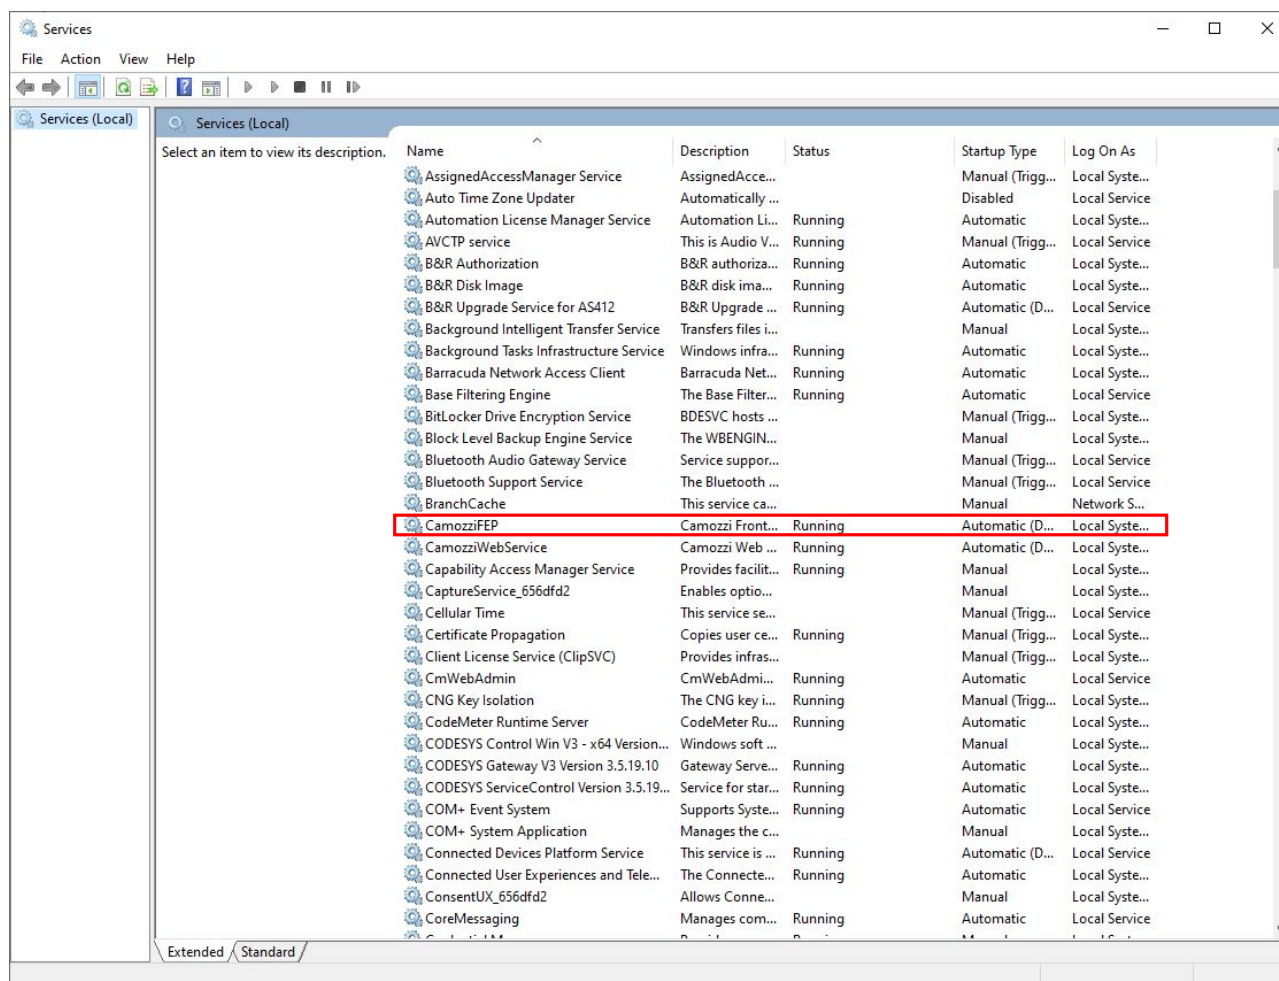

Figura 8.4: Servizio CamozziFEP
6. Accedere alla finestra servizi e verificare che lo stato del "CamoZZiFEP" sia in esecuzione (figura 8.4), nel caso non lo sia è possibile forzarlo manualmente accedendo alla stessa finestra con i privilegi d'amministratore.
- ❶ Se lo stato non è "running" (colore verde) cliccare sul comando "Start Gateway" affianco.
- ❷ Se non appare la COM con il numero seriale del dispositivo che si desidera collegare allora la connessione USB è assente, seguire le istruzioni nel capitolo 8.1.
- ❸ Se la connessione nella sezione "Tcp Connections" non è visibile accedere alla finestra servizi e verificare che lo stato del "CamoZZiFEP" sia in esecuzione (figura 8.4), nel caso non lo sia è possibile forzarlo manualmente accedendo alla stessa finestra con i privilegi d'amministratore.
❷ FEP: Se la connessione non è presente accedere alla finestra servizi e verificare che lo stato del "CamoziFEP" sia in esecuzione (figura 8.4), nel caso non lo sia è possibile forzarlo manualmente accedendo alla stessa finestra con i privilegi d'amministratore.
- ③ **Fast mode:** Se non sta funzionando correttamente è necessario disinstallare e installare nuovamente l'UVIX.